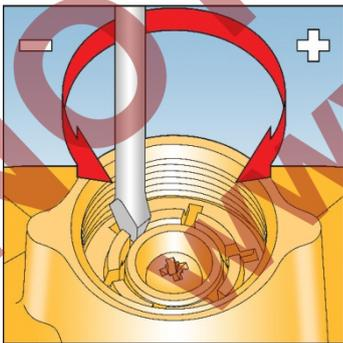

Fig. 7
6. Coloque uma chave de fenda no topo da tampa para regulagem da mola. Veja Fig. 7.
17. Lentamente gire o suporte da mola no sentido anti-horário (-) até que o dispositivo bloqueie por alta pressão. Veja Fig. 7.